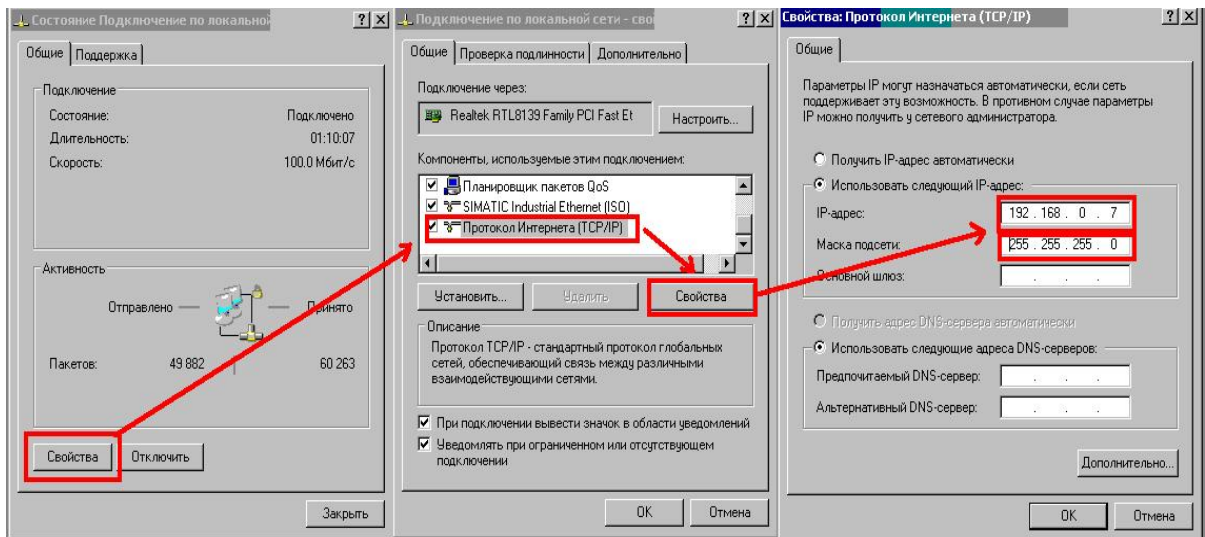

Рисунок 1 – Настройки протокола TCP/IP
3. Настройте параметры протокола TCP/IP для сетевого подключения таким образом, чтобы ПК находился в одной подсети с прибором. Для этого, в большинстве случаев достаточно присвоить компьютеру IP-адрес, отличающийся только последней цифрой от IP-адреса прибора, например, 192.168.10.83 (см. рис. 1). Нажмите кнопку «ОК» на панели «Свойства: Протокол Интернета (TCP/IP)».